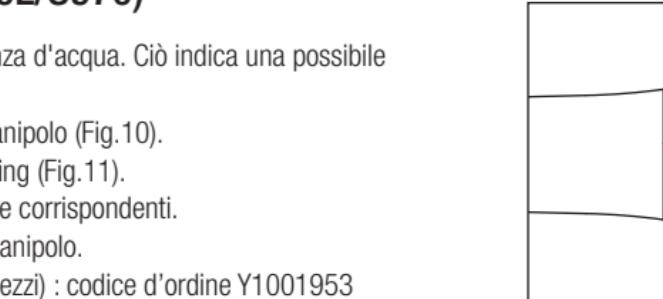

Fig. 10
1) Svitare e rimuovere l'anello conico sul retro del manipolo (Fig.10).